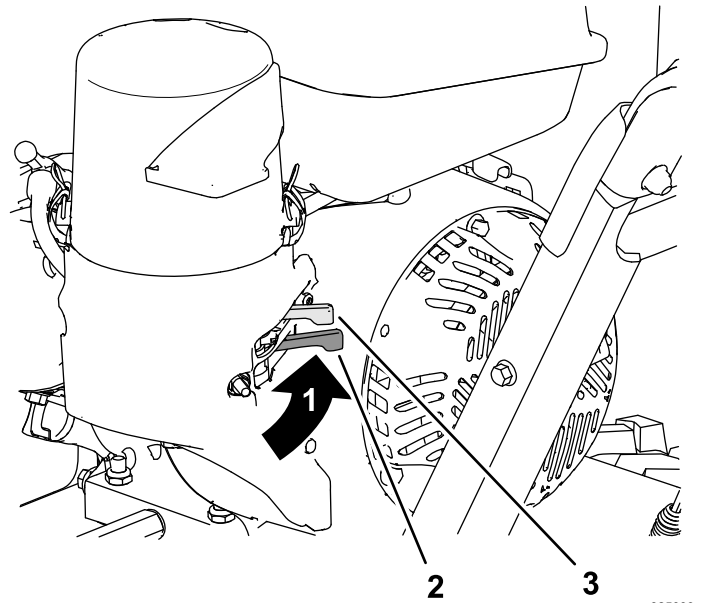

Figure 11
Tournez le robinet d'arrivée de carburant, situé sous le starter, vers la droite pour ouvrir l'arrivée de carburant (Figure 11).
2. Sur le côté arrière gauche du moteur, déplacez la commande de starter vers la gauche en position EN SERVICE. Si le moteur est chaud, laissez le starter en position HORS SERVICE (Figure 11).
6. Laissez chauffer le moteur quelques minutes, puis tournez la commande de starter vers la position HORS SERVICE (Figure 11).
5. Le robinet d'arrivée de carburant vous permet de couper l'arrivée de carburant si vous n'avez pas l'intention d'utiliser la machine pendant plusieurs jours, lorsqu'elle est remise dans un local fermé, et pendant son transport d'un lieu à un autre (Figure 11).